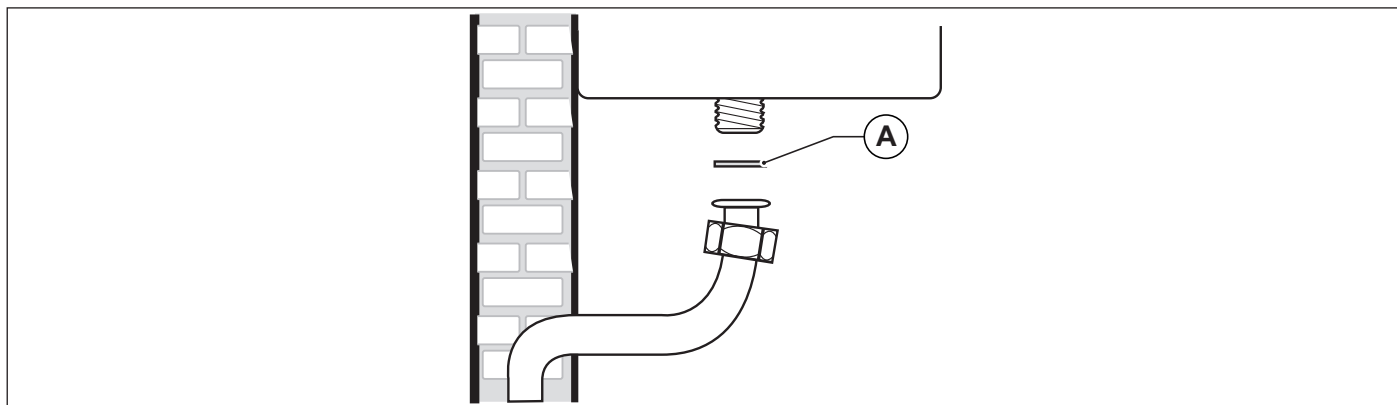

Fig. 15 Racordare la rețeaua de gaz
Pentru a conecta racordul de gaz al centralei termice la țevile de alimentare, este **OBLIGATORIU** să interpuneți o garnitură de etanșare (A) de mărime și din material adecvat (vezi Fig. 15 Racordare la rețeaua de gaz).